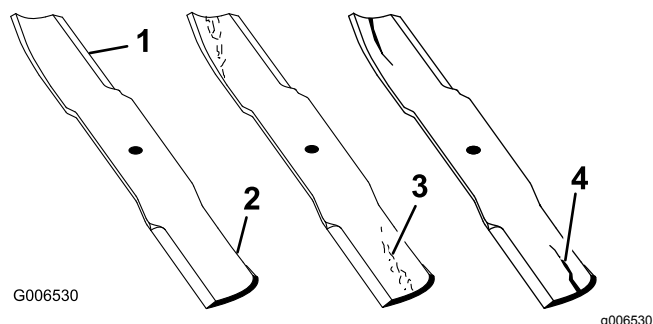

Figura 61
1. Inspeccione as extremidades de corte (Figura 61).
4. Se verificar quaisquer fissuras, desgaste, ou a formação de ranhuras nesta área instale imediatamente uma lâmina nova (Figura 61).